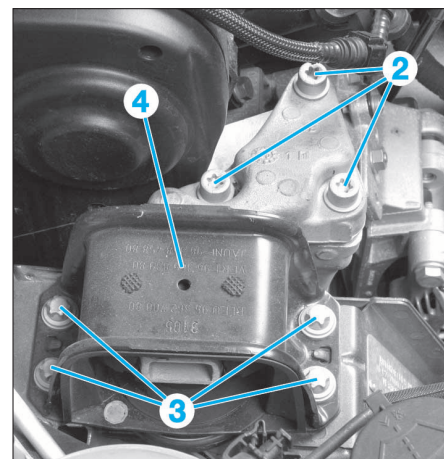

FIG. 58
- Déposer les vis de fixation (2) et (3) du support moteur droit (4) (Fig.58).